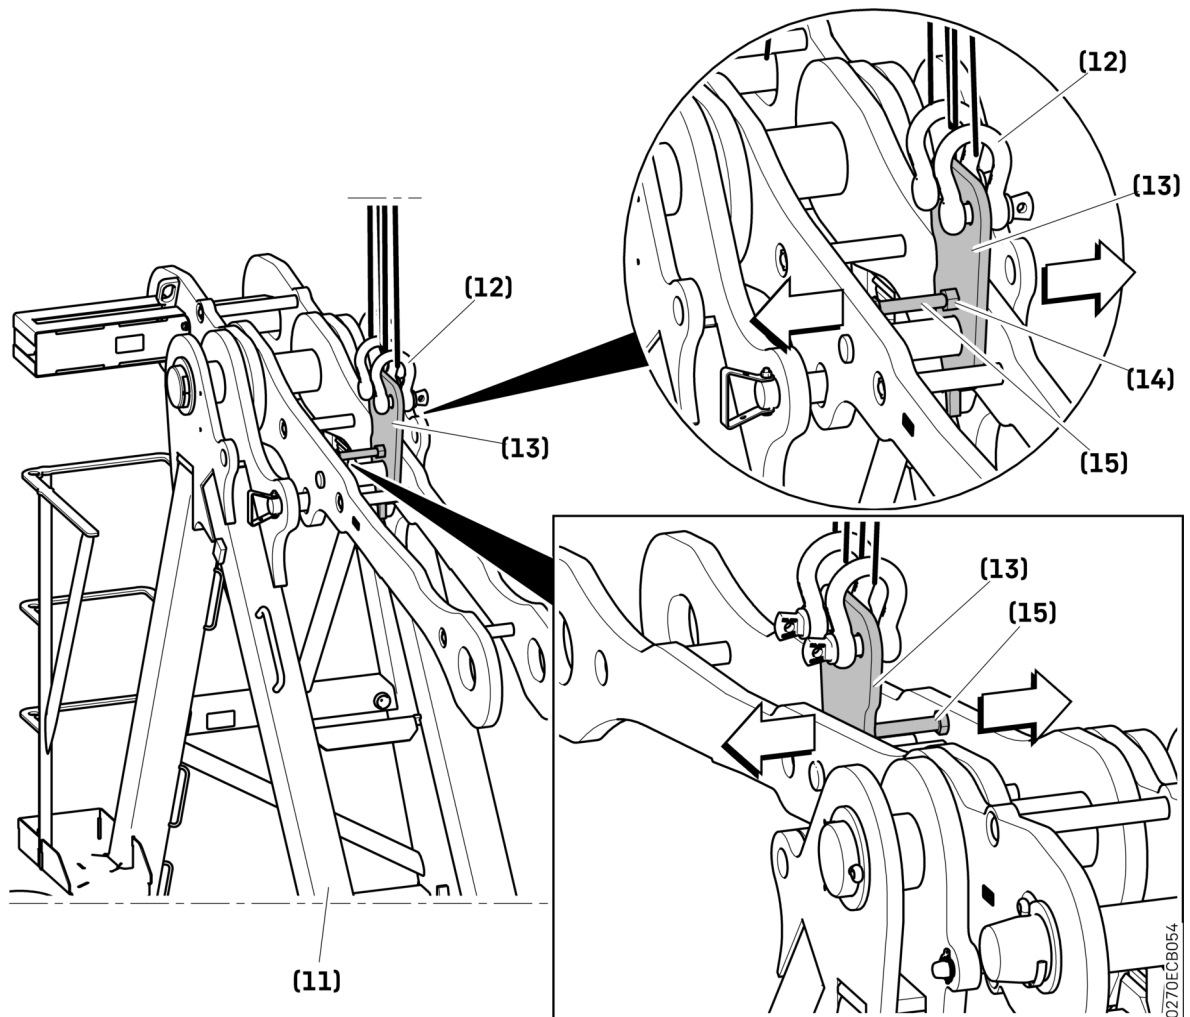

Fig. 265: Anhängelasche an Klappspitze verschieben
- ▶ Anhängelasche an Klappspitze verschieben. (siehe: Fig. 265, Seite 308).
- ▶ Vormontierte Drehbühne (4) auf Turmstück (3) setzen.
- ▶ Drehbühne (4) und jeden Eckstiel des Turmstücks (3) verschrauben und sichern. (Weitere Informationen siehe: 6.2 Grundlegende Hinweise zur Montage, Seite 157.)